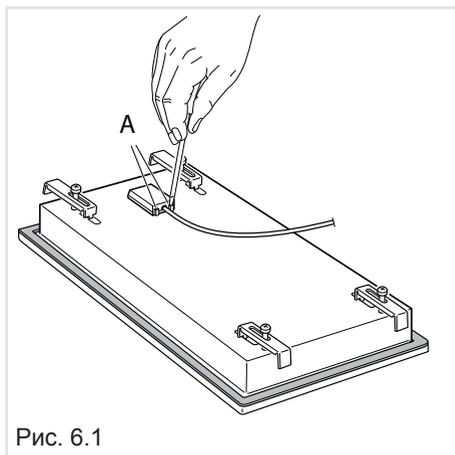

Рис. 6.1
- Открутите винт А от щитка с зажимами, расположенного в нижней части варочной поверхности (Рис. 6.1).